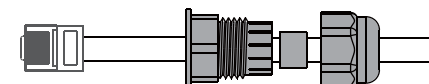

Figure 4.8-3 Fermeture à distance du raccordement du câble
Étape 3-2 : pour l'arrêt à distance. Faites passer le câble à travers la plaque en acier, puis raccordez-le aux broches 5 et 6. Le Tableau 4.5-1 décrit la répartition des broches à 6 contacts, et le raccordement est illustré dans la Figure 4.8-3